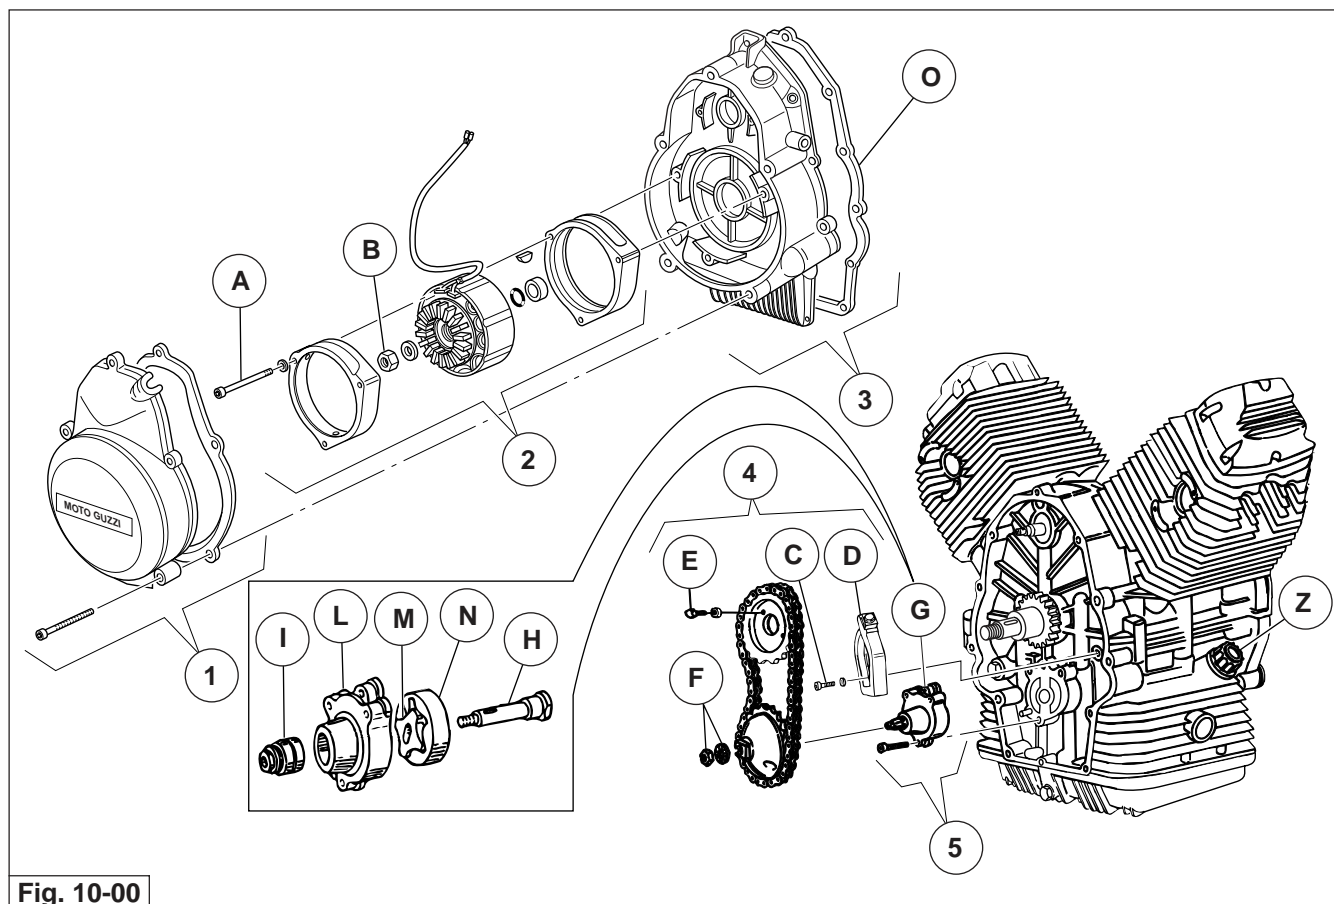

Fig. 10-00
- 5 Smontare la pompa olio "G" dal basamento motore svitando le viti a brugola. Per lo smontaggio della pompa operare come segue (fig. 10-00):
- 5 Remove oil pump "G" from the crankcase by unscrewing the Allen screws. To strip down the pump proceed as follows (fig. 10-00):
Immettere quindi (dopo aver montato i tappi di scarico con guarnizioni "I") litri 2 di "AGIP SUPER 4T 15W/50" e rimontare il tappo di immissione olio ("Z" di fig. 10-00).
After having fitted the drain plugs with gaskets "I", pour in 2 litres of "AGIP SUPER 4T 15W/50" oil and refit the oil filler cap ("Z", fig. 10-00).